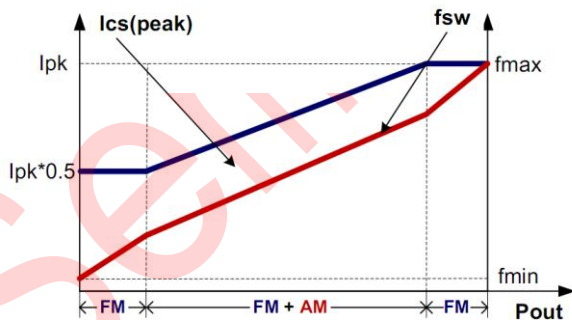

图 4
如图 4 所示，为了满足严苛的平均效率和待机功耗要求，U6335 采用了调幅控制 (AM) 和调频控制 (FM) 结合的多模式控制技术。